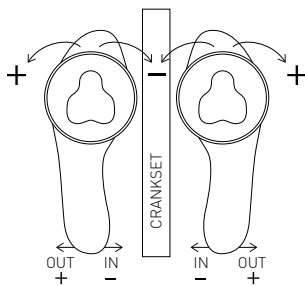

Fig. 8.2
8. Il disco goniometro è munito di scala graduata su entrambi i lati. In caso di assenza di rotazione, centrare il punto 0 con il fascio laser per regolare correttamente la tacchetta. Invece se la web app indica la necessità di rotazione della tacchetta, ruotare la stessa, facendo coincidere da entrambi i lati i valori indicati sul disco (Fig. 8.1). Ruotando il goniometro verso l'esterno della calzatura (+) il tallone della scarpa si allontana dalla pedivella. Ruotando il goniometro verso l'interno della calzatura (-) il tallone della scarpa si avvicina alla pedivella (Fig. 8.2).